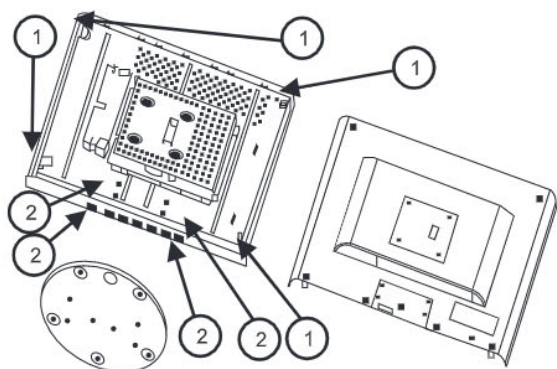

Рис. 3.6.1
Конструктивные узлы монитора приведены на рис. 3.6.1-3.6.6. Разборку монитора выполняют в следующей последовательности:
- выкручивают четыре винта 1 на задней крышке (рис. 3.6.1) и снимают ее;
- выкручивают четыре винта 2 (рис. 3.6.1) и снимают подставку;